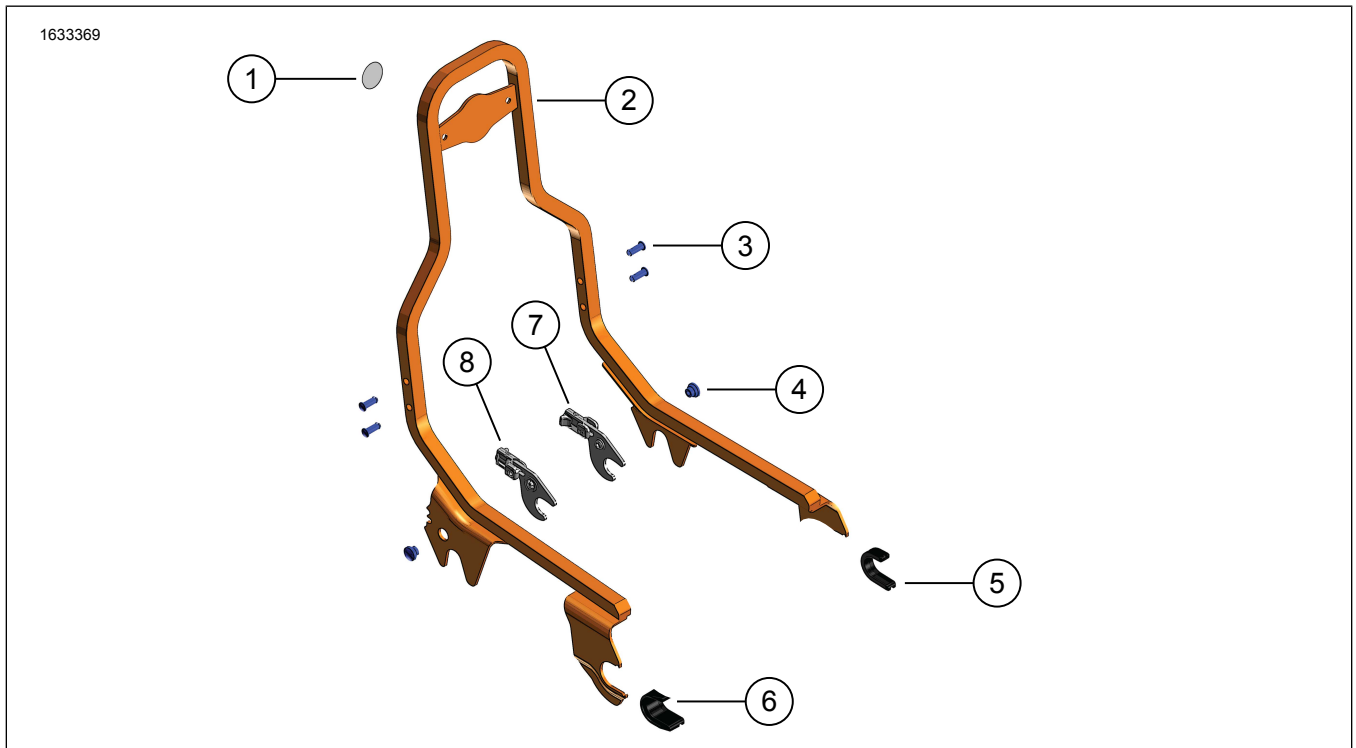

Figure 1. Contenu du kit : Appui-dos (long vertical illustré)
- Figure 1 Positionner les leviers de fermeture de droite (8) et de gauche (7) en position déverrouillée.